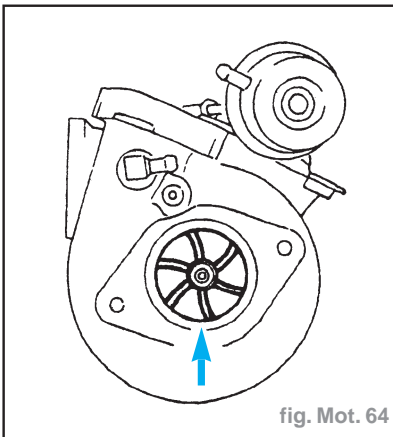

fig. Mot. 64
- Vérifier ce qui suit sur la roue de compresseur (fig. Mot. 64) :